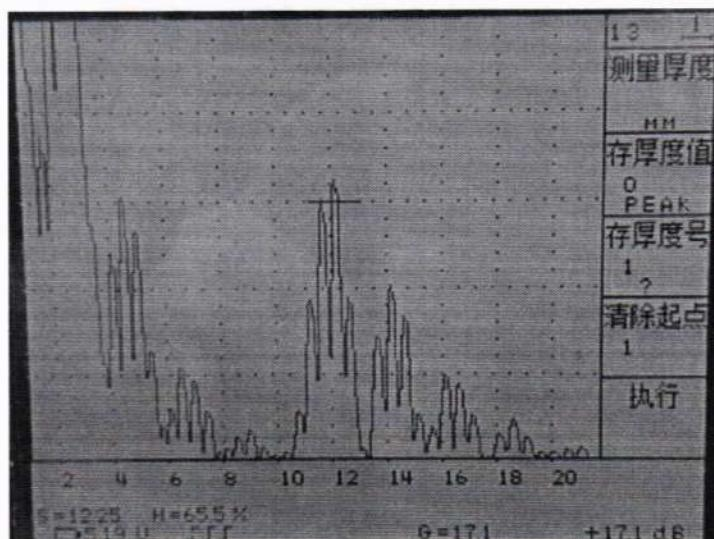

Рисунок 5
10.1.3.1.4 Установить ПЭП на меру толщиной 20 мм из комплекта КМТ176М-1 предварительно нанести на неё контактную жидкость. Получите донный эхосигнал. Нажать кнопку «Измерение», энкодером «В» установить видимую область от 150 до 200% от толщины меры, энкодером «С» установить точку отсчёта «0», энкодером «А» установить высоту эхосигнала на уровне примерно 80% от высоты дисплея. Кнопкой «Стробы» выбрать режим «Строб 1». Энкодерами «А», «В», «С» установите строб 1 так, чтобы он перекрывал верхнюю часть эхосигнала (рисунок 5). Нажмите кнопку «АРУ». Нажмите кнопку «F1». Считайте измеренное значение толщины T_j , мм, в меню (13-F1). Выполните измерение 5 раз, записывая значения.